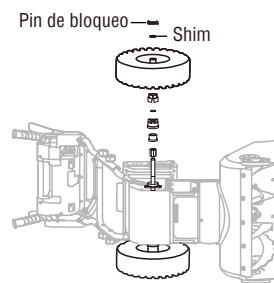

Fig.13
1. Ponga la sopladora de nieve de lado y, a continuación, tire del pasador de bloqueo para retirar la junta exterior y la rueda. Guarde la junta interior en el eje de la rueda. (Fig.13)